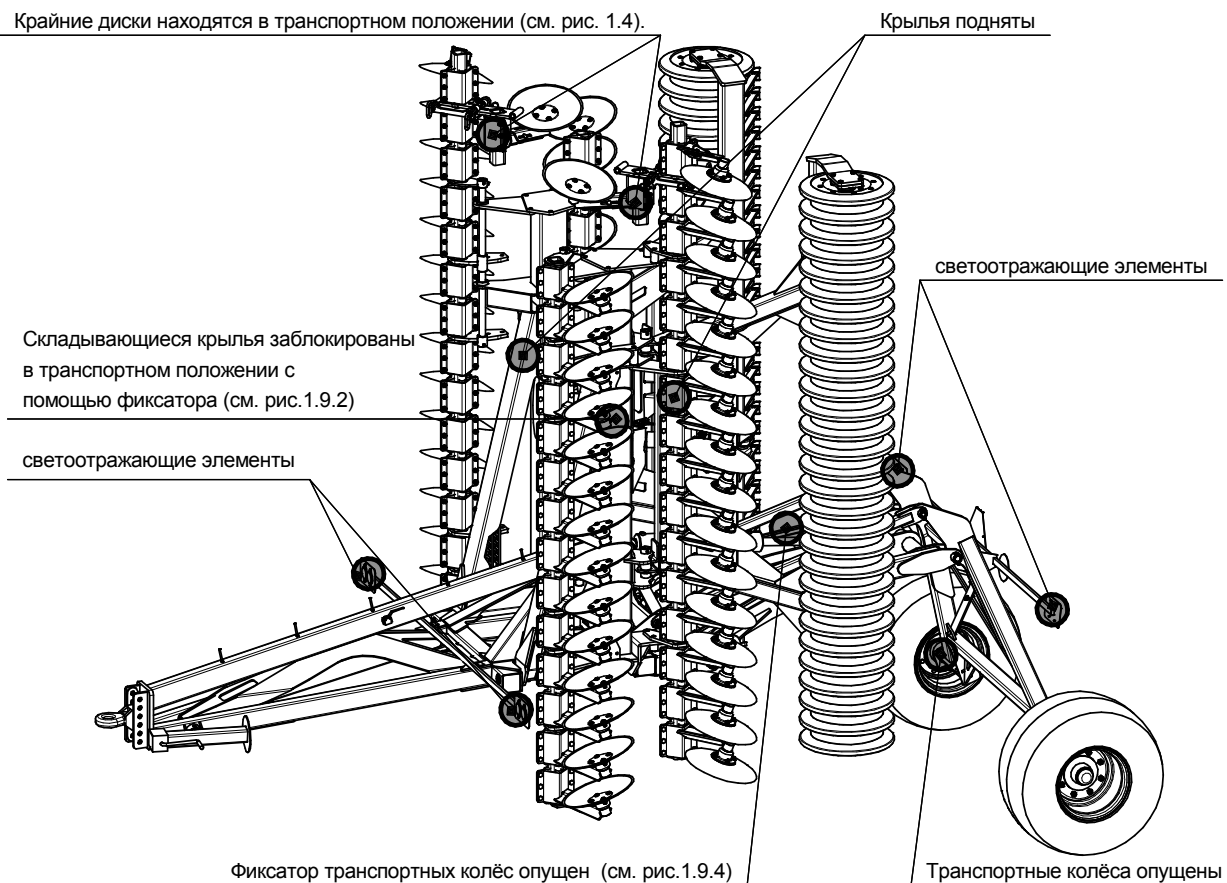

Рис. 1.9.5-Транспортное положение дисковой почвообрабатывающей машины ДПМ-7500 "Универсал" / "Универсал Т"
- 5.** Перед транспортированием проконтролировать (при необходимости произвести очистку) светоотражающих элементов и знаков ограничения скорости (рис. 1.9.5). Закройте гидравлические краны транспортных колёс, расположенные на раме агрегата и опустите фиксатор транспортных колёс, после чего зафиксируйте его пальцем с пружинным шплинтом (рис. 1.9.4).